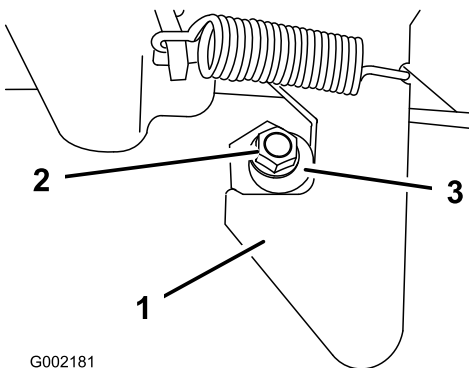

Figura 72
1. Desaperte a porca de bloqueio na extremidade do perno do trinco (Figura 72).
2. Rode o perno do trinco no sentido dos ponteiros do relógio até encostar na zona de gancho do trinco (Figura 72).